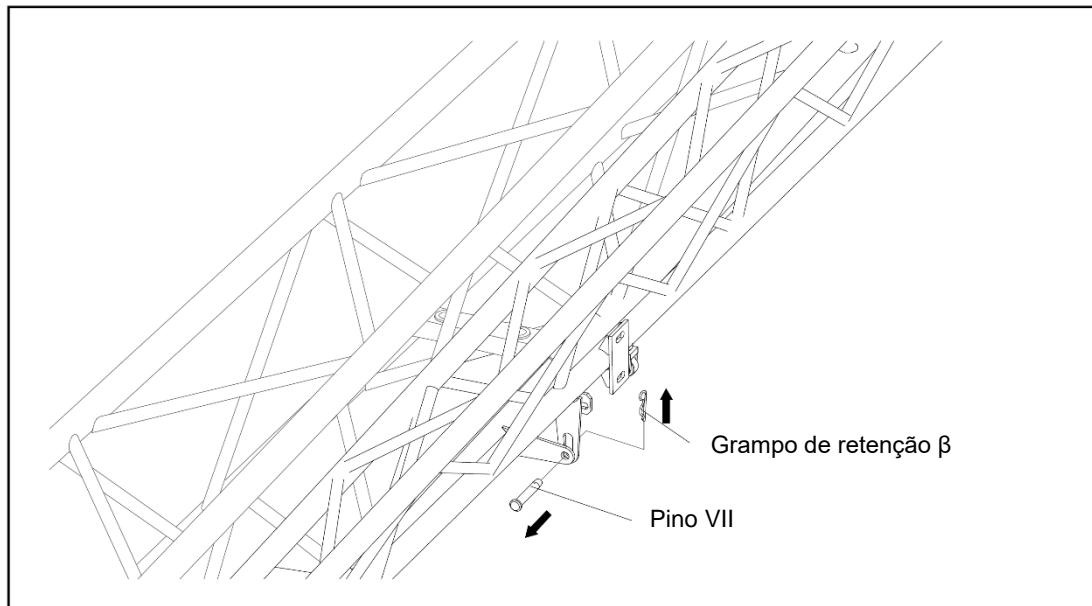

Figura 5-11 Remoção do pino VII
- j) Se a seção do braço II for utilizada, remova o pino VII e o grampo de retenção β , conectando a seção de braço I na seção II. Consulte a figura 5-11.